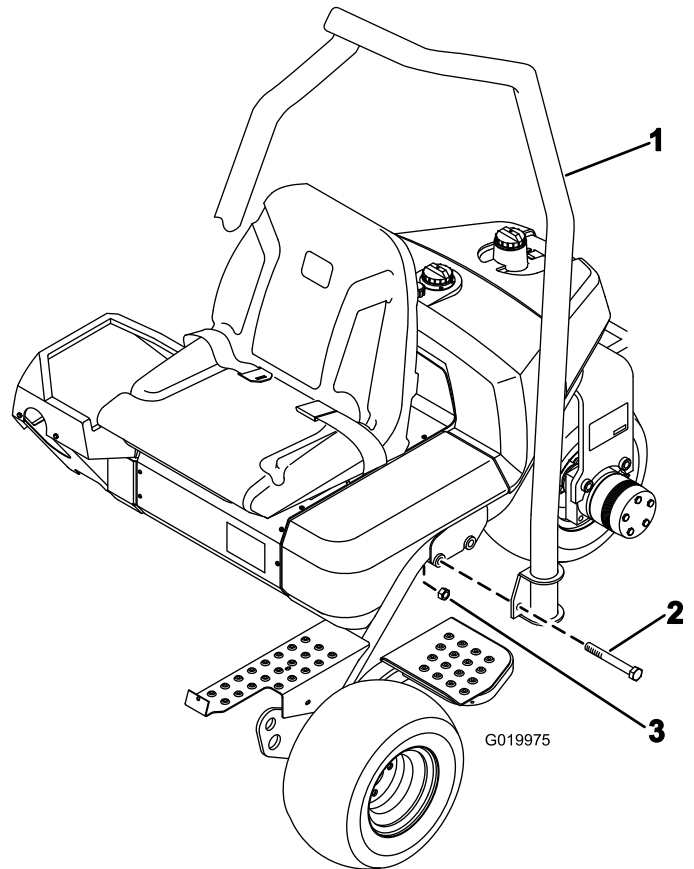

Figura 7
1. Coloque o ROPS de forma a que a parte superior do tubo fique curvado em direcção à parte da frente da máquina (Figura 7).
2. Baixe o ROPS para a estrutura, alinhando-o com os furos de montagem (Figura 7).
3. Prenda cada lado do ROPS à estrutura com 2 parafusos (5/8 x 4-1/2 pol.) e porcas de bloqueio como se mostra em Figura 7. Aperte com 183–223 Nm.